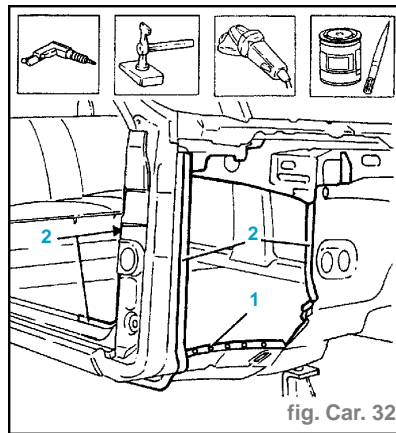

fig. Car. 32
- Utiliser l'émoissante et enlever les points de soudure (2).
- Enlever les rognures de tôle du côté antérieur (3).
- Exercer des trous équidistants comme indiqué en figure (1) (fig. Car. 32).